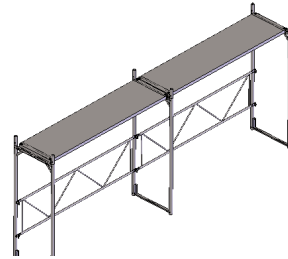

Abb. 1
1. Nach dem Aufbau des Fassadengerüstes, werden die für Spengler- und Dachdeckerläufe zugelassenen Gerüstbeläge (Beläge gemäss Baumusterbescheinigung Nr. 5886, 6425, 6455, 6572, 7028, 7090, 7091, 7167 oder 7168) auf die obersten Rahmen eingelegt. (Abb. 1)